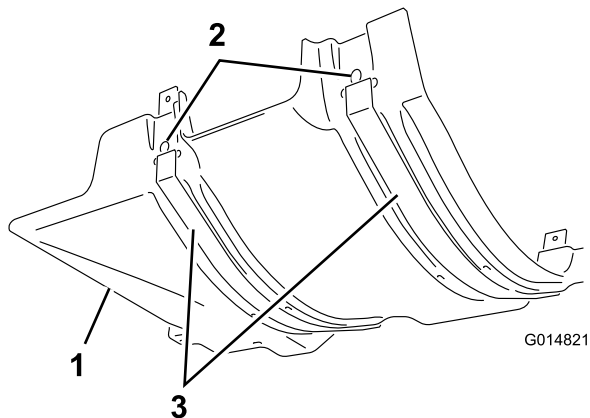

Figure 3
1. Insérez les sangles du pare-chaleur dans les fentes du pare-chaleur de moteur arrière (Figure 3) et fixez-les au pare-chaleur avec 6 attaches en plastique.